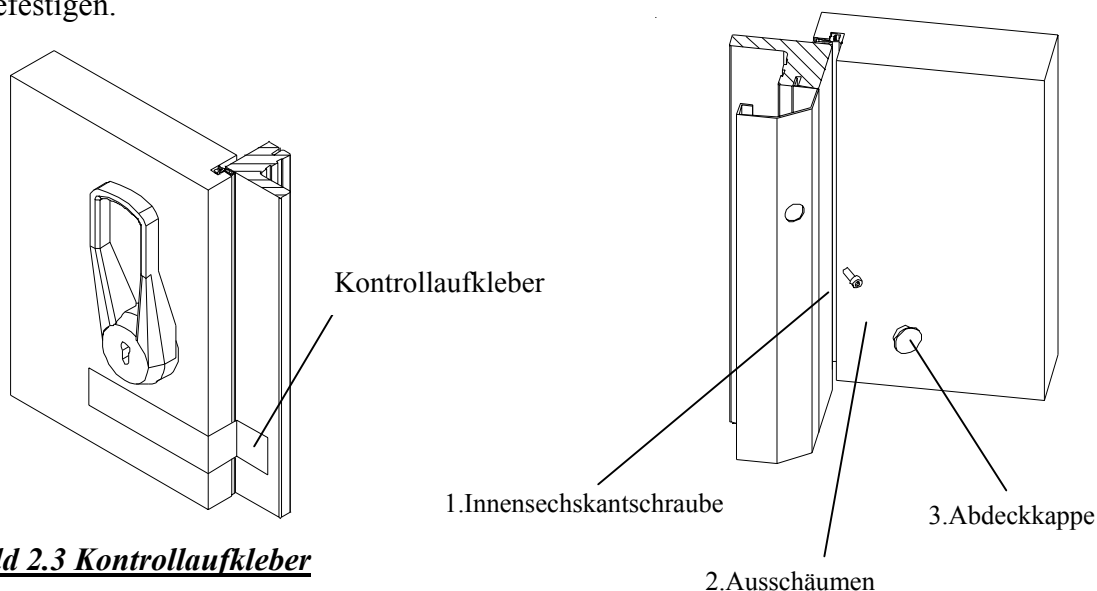

Bild 2.3 Kontrollaufkleber
- 2.10** Den Türflügel einhängen und schließen. Den am Türblatt und Türstock angebrachten Kontrollaufkleber beachten. Dieser muß in einer geraden Flucht zueinander stehen. ***Bild 2.3***